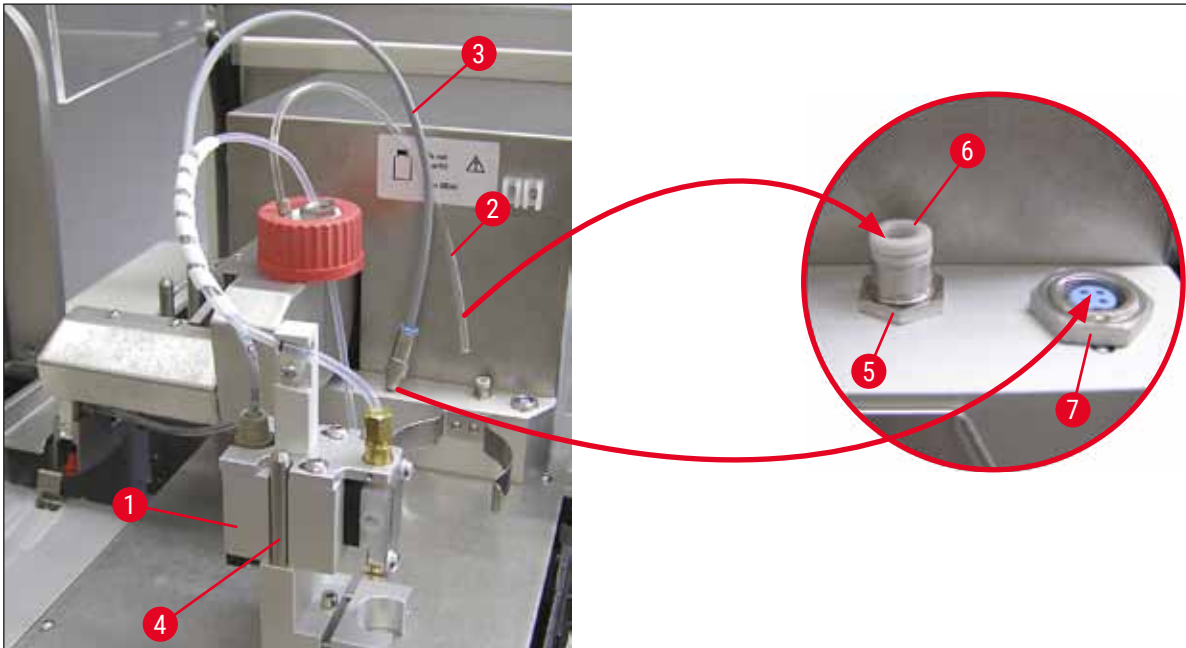

Fig. 11
2. Introducir el dispensador (→ Fig. 11-1) en el soporte (→ Fig. 11-4) para la posición de imprimación (→ Fig. 11).